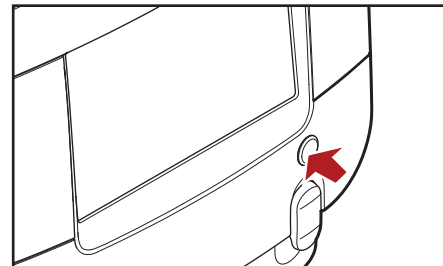

Abb. 4.10 -Kontinuierliche Ausgabe von Heißwasser
- Kontinuierliche Ausgabe von Wasser mit der Heißwasser-Ausgabetaste, siehe Abb. 4.10 auf Seite 14.
2. Drücken Sie die Heißwassertaste und halten Sie sie gedrückt, bis das gewünschte Volumen Heißwasser ausgegeben ist (Abb. 4.10).